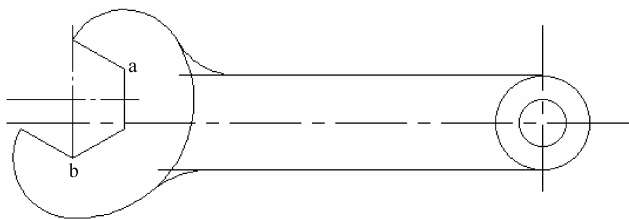

图 3-12 绘制圆弧
8) 绘制过渡圆弧。单击圆弧按钮，在弹出的立即菜单中选择【两点_半径】选项，按空格键，在弹出的工具点菜单中选择【切点】选项，拾取直线；按空格键，在弹出的工具点菜单中选择【切点】选项，拾取圆弧，输入“15”后，按回车键。按照同样的方法绘制另一个圆弧，操作结果如图 3-12 所示。